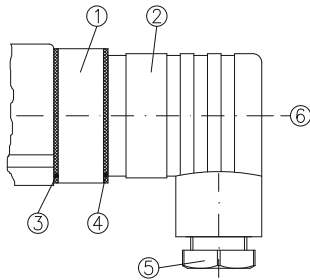

Abb. 5.2.1
- ↪ Lösen Sie die Zentralschraube ⑥ M3x35 und ziehen Sie die Leitungsdose ② vom Gerätestecker ① (→ Abb. 5.2.1). Entfernen Sie die Zentralschraube ⑥ aus der Leitungsdose ②.